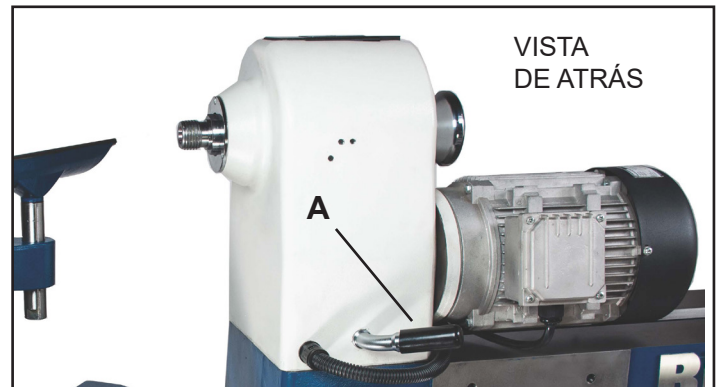

FIG. 14
D. MANIJA DE BLOQUEO DEL CABEZAL FIJO: (FIG. 14, A) La palanca trasera bloquea la cabeza del cabezal fijo en posición en la bancada. Para rotar el cabezal fijo en la bancada, desbloquee la manija de palanca y vuelva a apretarla cuando se haya posicionado el cabezal fijo.